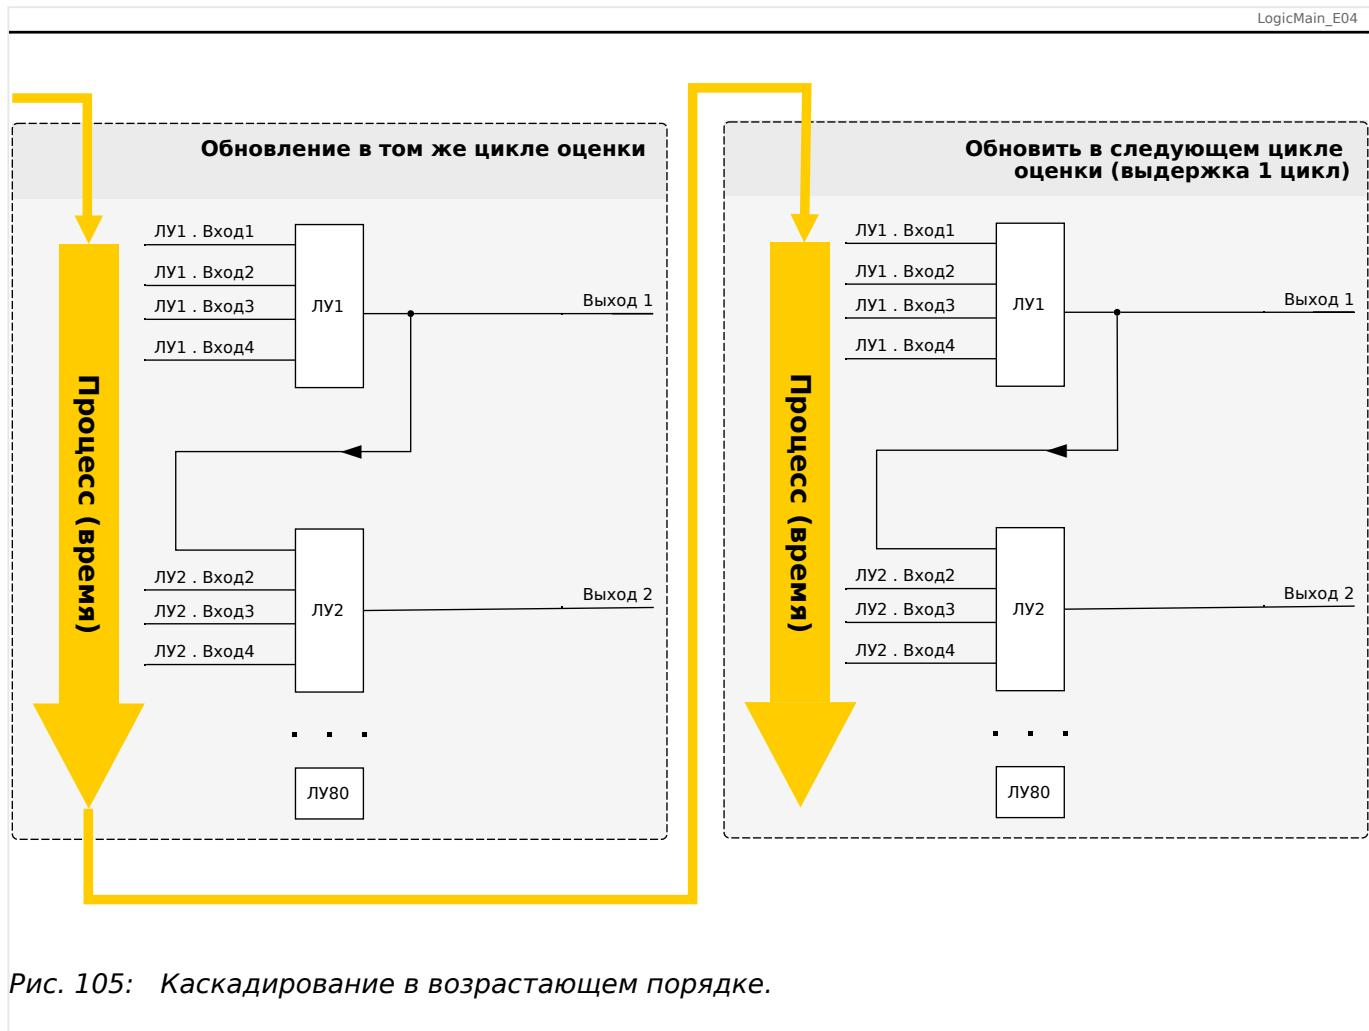
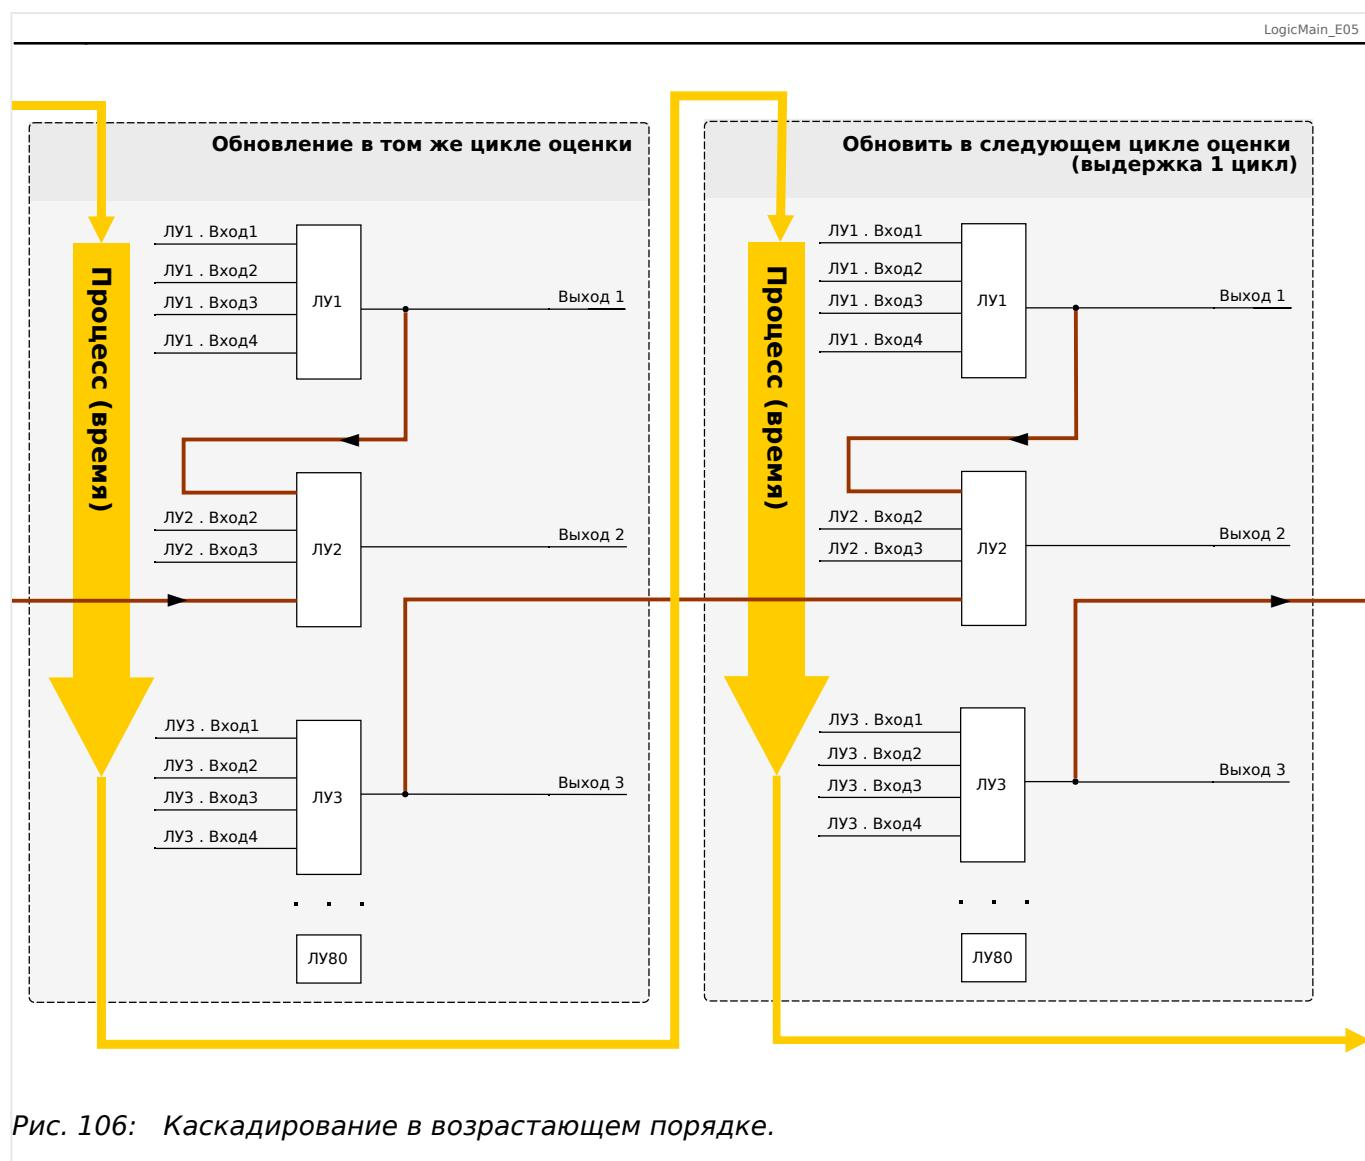

Рис. 105: Каскадирование в возрастающем порядке.
Рис. 106: Каскадирование в возрастающем порядке.
- **Возрастающий** порядок означает, что некий выходной сигнал поступает на вход одного из логических уравнений с **более высоким** номером. На приведенном ниже графике  Рис. 105 приводится пример, когда результат логического уравнения **ЛУ1** используется в качестве входного сигнала для логического уравнения **ЛУ2**.
- **Нисходящая** последовательность означает, что некий выходной сигнал поступает на вход одного из логических уравнений с **меньшим** номером. На графике  Рис. 106 приводится пример, когда результат логического уравнения **ЛУ3** используется в качестве входного сигнала для логического уравнения **ЛУ2**.
И возрастающий, и убывающий порядки можно не только использовать, но и комбинировать, при этом разница будет заметна не сразу. Однако, как показано в разделах  Рис. 105 и  Рис. 106 ниже, благодаря определению состояний всех уравнений в возрастающем порядке фактические рабочие значения, поступающие на вход любого из них, будут иной степени зрелости.
В представленном выше примере Рис. 106 для «логического уравнения 2» используются состояния выходов двух других уравнений — «логического уравнения 1» и «логического уравнения 3». Результат «логического уравнения 1» используется в возрастающем порядке и, следовательно, определен в ходе того же рабочего цикла. Результат «логического уравнения 3» используется в убывающем порядке и, следовательно, определен в ходе предыдущего рабочего цикла.